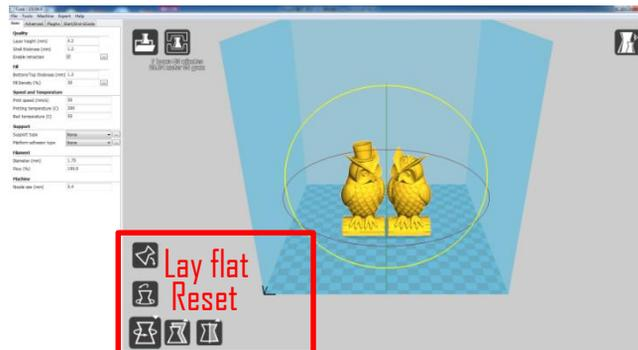

Imagen 21
- (1) Zoom in/out: desplace la rueda del ratón.
- (2) Cambiar ángulo de visión: haga clic en el modelo con el botón derecho, mantenga y mueva el ratón.
- (3) Cambio de posición: clic izquierdo en el modelo, mantener y arrastrar para moverlo.
- (4) Girar: un solo clic izquierdo sobre el modelo y aparecerán varios iconos en la parte inferior izquierda de la ventana (**Imagen 21**). Haga clic en el botón de rotación, 3 círculos rodearán el modelo. Gire el modelo moviendo las líneas de los círculos.
> Poner en plano: es muy importante asegurarse de que la parte plana del modelo esté bien sujeta a la base. Por lo tanto, use la opción "Lay Flat" cada vez que gire el modelo, ya que reducirá los problemas de adherencia durante la impresión. (**Imagen 21**)